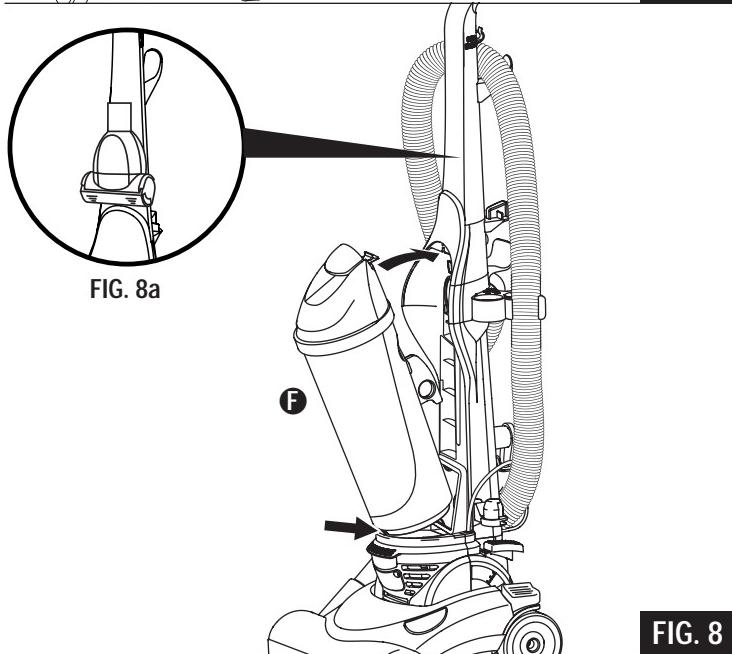

FIG. 8
Step 8: (FIG. 8) Place the bag container **F** on the vacuum by aligning the bottom groove of the bag container against the tab on cleaner base. Pivot the bag container up against cleaner and push to secure as it snaps into place.
Étape 8. (FIG. 8) Placer le récipient à sac **F** sur l'aspirateur en alignant la gorge au fond du récipient à sac contre l'onglet de la base de l'aspirateur. Faire pivoter le récipient à sac contre l'aspirateur et le pousser afin de l'assujettir en l'enclenchant en place.
Paso 8. (FIG. 8) Coloque el recipiente de la bolsa **F** en la aspiradora, alineando la ranura inferior del recipiente con la pestaña en la base de la aspiradora. Haga girar el recipiente de la bolsa hacia arriba contra la aspiradora y presiónelo para asegurarla a medida que encaja en su lugar.